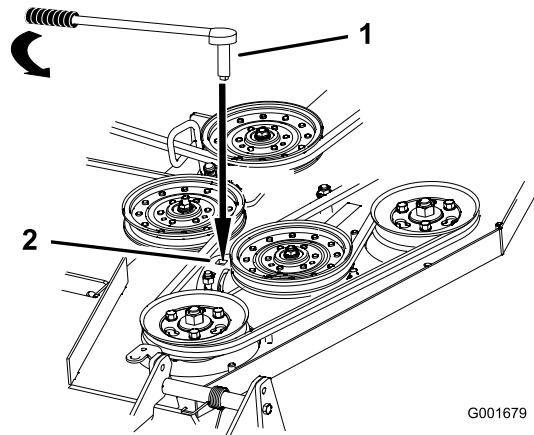

Figure 46
7. Insérez une douille courte avec manche à rochet ou une barre de levier dans le trou carré du bras de la poulie de renvoi fixe (Figure 46).